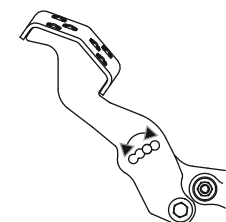

Figura 41
3. Coloque el pedal en la posición óptima según la preferencia del operador. Vea la Figura 41.